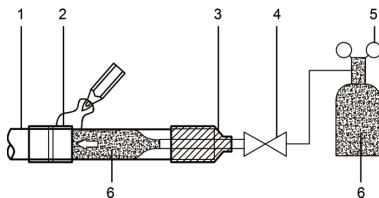

Рис. 6.3
- Если во время сварки трубы заполнена азотом, необходимо снизить давление азота до 0,02 МПа с помощью клапана стравливания давления. См. рис. 6.3